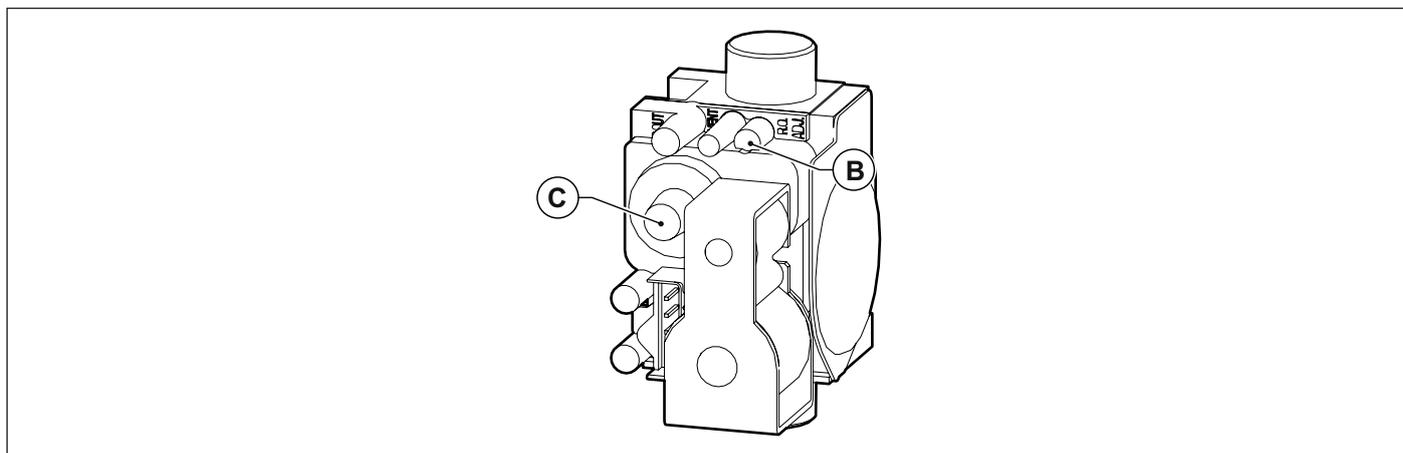

Fig. 34 Reglare valoare dioxid de carbon
- Reglați valoarea dioxidului de carbon (CO₂) din gazele arse, rotind regulatorul de raport **B** (vezi Fig. 34 Reglare valoare dioxid de carbon) și asigurați-vă că reintră în limitele din Tab. 19 Valori ale CO₂ în gazele arse. Lăsați centrala în modul curățare și treceți la pasul următor de reglare la puterea minimă.
- Reglați valoarea dioxidului de carbon (CO₂) din gazele arse, rotind regulatorul **C** (vezi Fig. 34 Reglare valoare dioxid de carbon) și asigurați-vă că reintră în limitele din Tab. 19 Valori ale CO₂ în gazele arse.